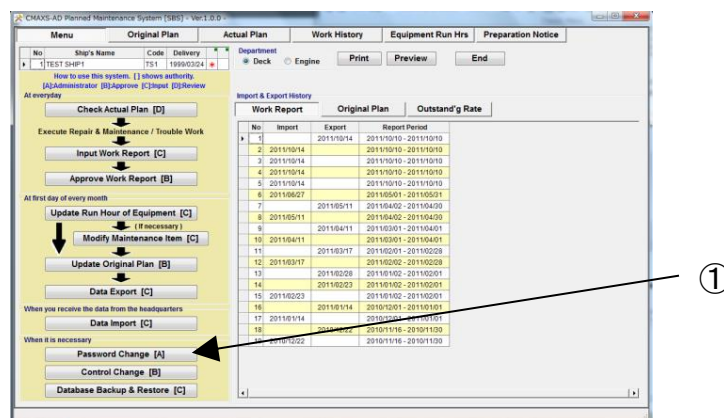

図 13-1 Menu 画面
(1) "Menu"画面 (図 13-1)で、[Password Change]ボタンをクリックしてください。